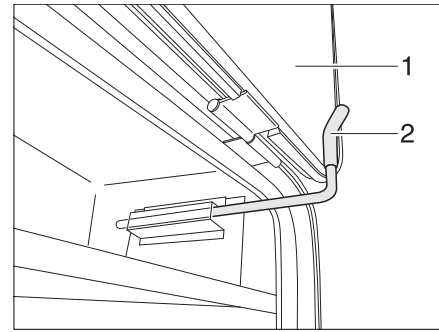

Fig. 55 Crochet de sécurité du portillon extérieur, position de blocage
- Ouvrir le portillon extérieur (Fig. 55,1) et le rabattre vers le haut contre la paroi du véhicule.
- Tourner le crochet de sécurité (Fig. 55,2) vers le haut et coincer le portillon extérieur (Fig. 55,1) derrière celui-ci.
- Tirer le crochet de sécurité (Fig. 55,2) et le tourner vers le bas.